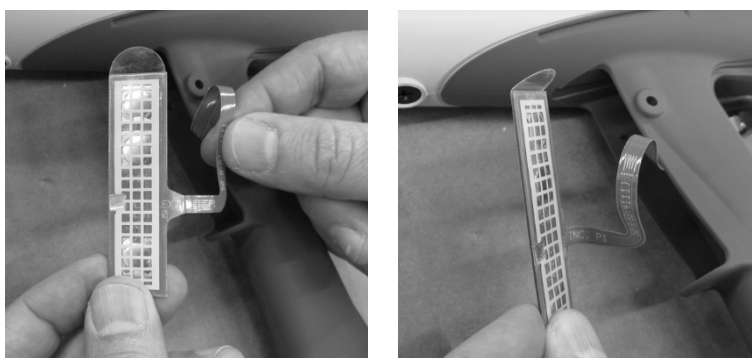

Figura 6-11 Installazione di un interruttore a grilletto - Passaggio 3
3. Vedere la Figura 6-11. Rafforzare il cavo a nastro, quindi piegare la linguetta di trazione nella parte superiore dell'interruttore in modo che sia perpendicolare all'interruttore.